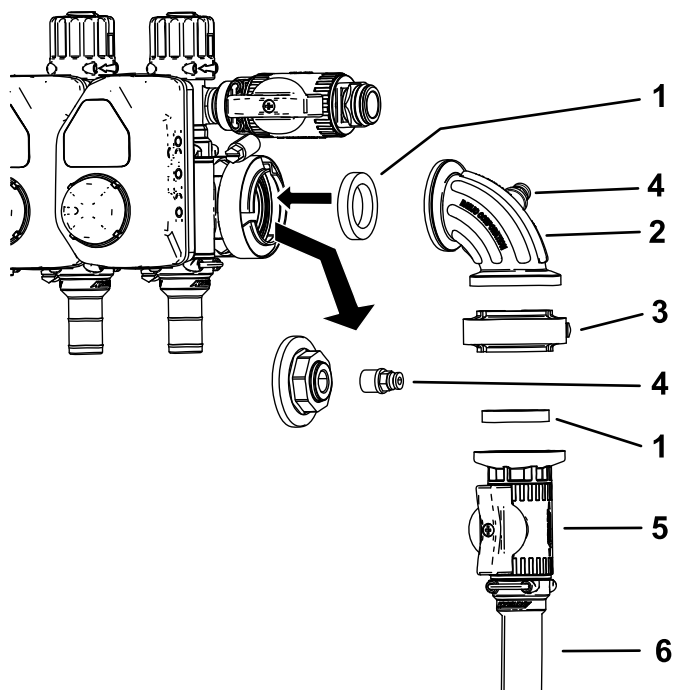

Figure 23
11. Détachez le bouchon et le raccord d'accouplement de la prise du manomètre (Figure 23).
12. Montez la vanne de commande comme montré à la Figure 23.
13. Insérez le raccord d'accouplement dans l'orifice libre du raccord à 90 degrés (Figure 23).